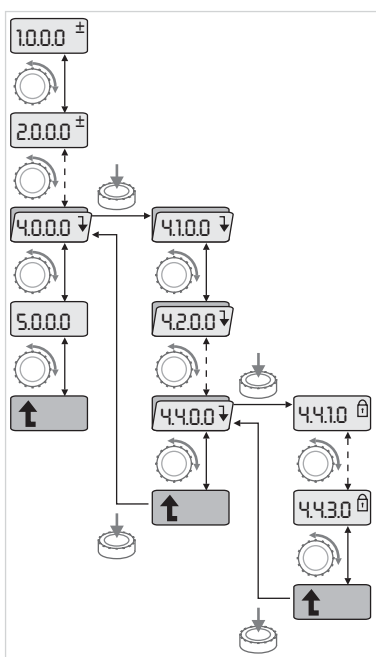

Рис. 31: Пример навигации
- Выполнить общую навигацию в меню следующим образом (пример см. на рис. 31):